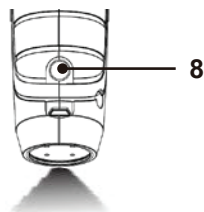

Fig. 11
Pentru a opri lanterna, apăsați butonul pornire/oprire (8) și eliberați-l din nou (Fig.11).